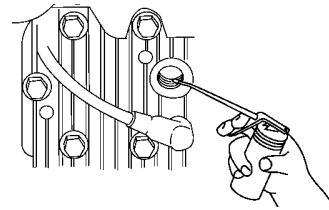

Figure 30
3. Au moyen d'une burette, injecter environ une cuillère soupe d'huile dans le trou de la bougie (Fig. 30).